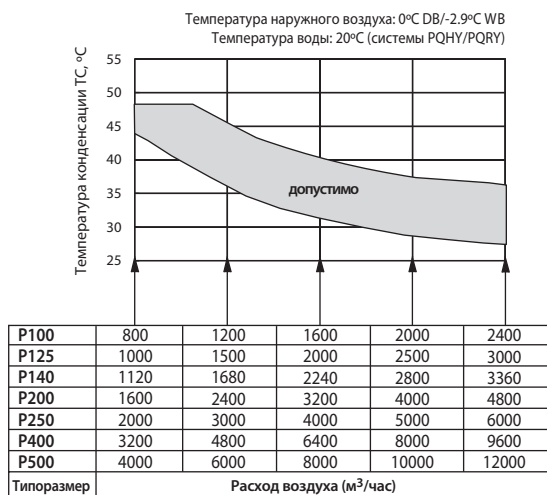

Рис. 1. Определение допустимых значений температуры конденсации
температура конденсации	Tс определяется в соответствии с рис. 1
Для определения производительности фреонового теплообменника приточной установки в режиме нагрева воздуха выберите температуру конденсации из допустимого диапазона согласно рис. 1. Если приточная установка оснащена рекуператором, то выберите значение температуры конденсации 48°C.
- Если расход воздуха меньше указанного в таблице на рис. 1, то следует выбрать значение температуры конденсации 48°C.